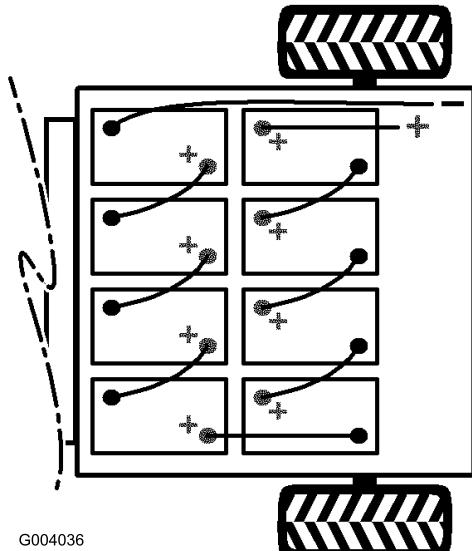

Figure 38
- Débranchez le câble négatif principal (noir) de la batterie qui relie la rangée de batteries au point de masse de la machine (Figure 38).
- Débranchez le câble positif principal (rouge) qui relie la rangée de batteries au fusible principal de la machine (Figure 38).
**Remarque:** Tenez compte de la polarité lors de la mise en place des batteries neuves (Figure 38).
- Reliez les batteries entre elles, comme montré à la Figure 38, avec les câbles d'interconnexion que vous avez retirés à l'opération 1.
- Branchez le câble positif principal (rouge) entre la rangée de batteries et la machine (Figure 38).
- Branchez le câble négatif principal (noir) entre la rangée de batteries et la machine (Figure 38).